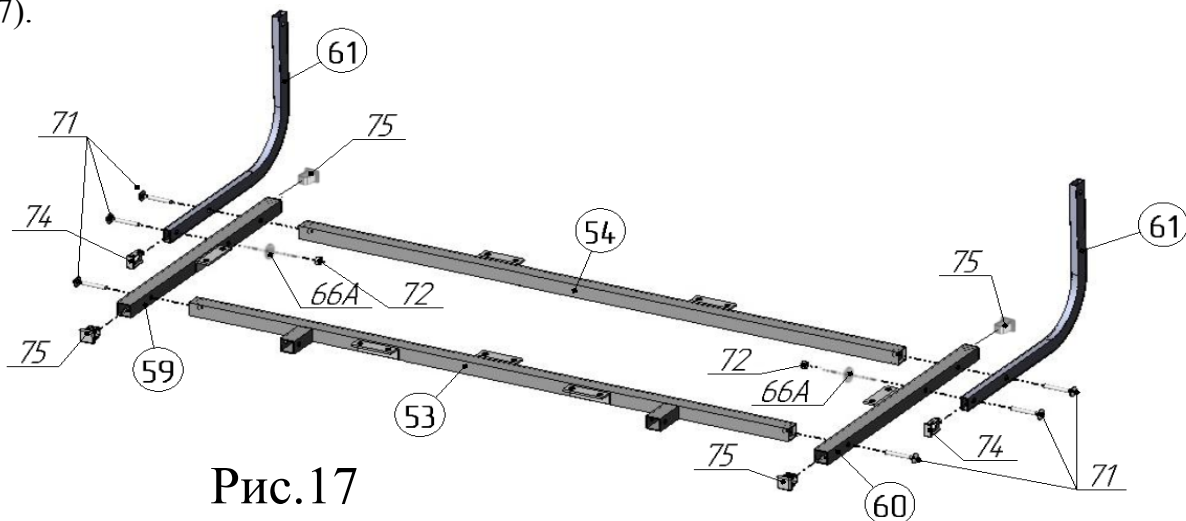

Рис.17
21. В тяги-уголки поз.61 вставить заглушки 10x20 поз.74 (рис.17). К штангам поз.53,54 присоединить штанги поз.59,60, тяги-уголки поз.61, используя винты М6х40 поз.71, в соответствии с рисунком 17. В двух местах соединить штанги поз.59,60 с тягами-уголками поз.61, используя гайки М6 со стопорным кольцом поз.72, винты М6х40 поз. 71, шайбы Ø6х18 стальные поз.66А. В торцы штанг поз.59,60 вставить заглушки 20x20 поз.75 (рис.17).